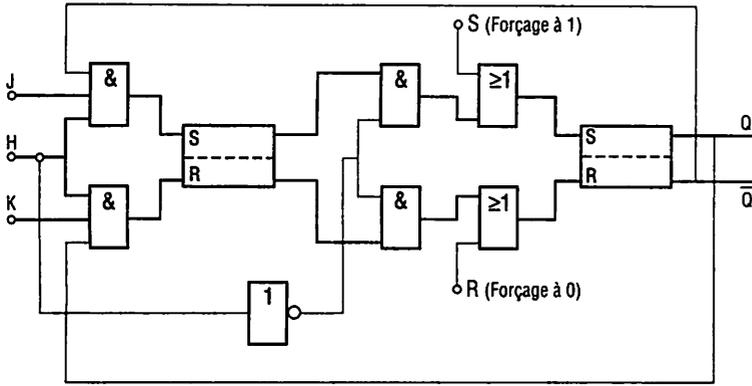

Fig. 5 : Schéma de principe d'une bascule JK.
a) Schéma de principe (fig. 5)